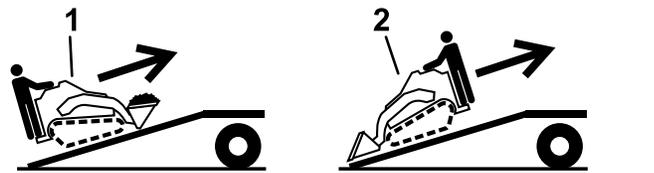

Bild 35
5. Fahren Sie beim Verladen auf den Anhänger mit dem schweren Ende der Maschine auf die Rampe und befördern Sie Lasten niedrig (Bild 35).
1. Senken Sie die Rampe ab und stellen Sie sicher, dass der Winkel zwischen der Rampe und dem Boden höchstens 15 Grad beträgt (Bild 35).